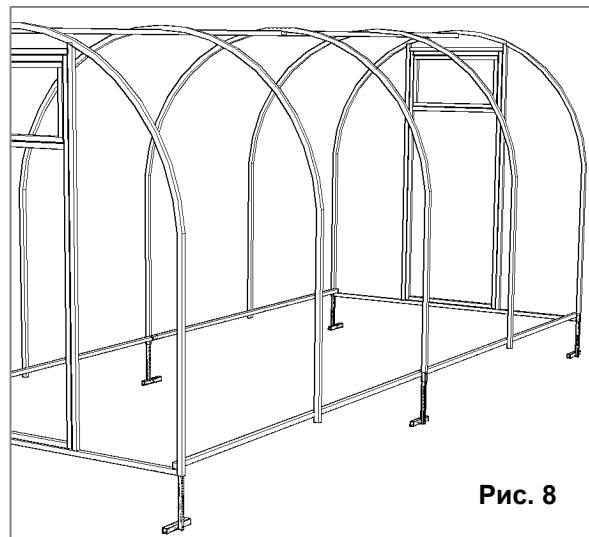

Рис. 8
5.2.6. Прикрутите второй торец для теплицы длиной 4 м (рис. 8)